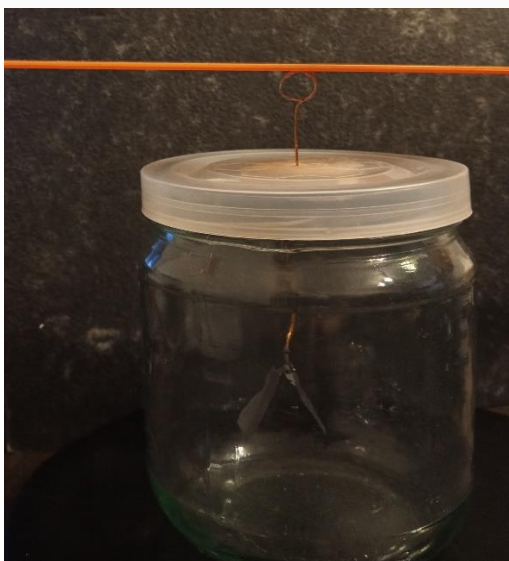

Рис. 7
4. Используя пластмассовую линейку, наэлектризованную трением о бумагу, проверяют работоспособность изготовленного прибора (рис.7).